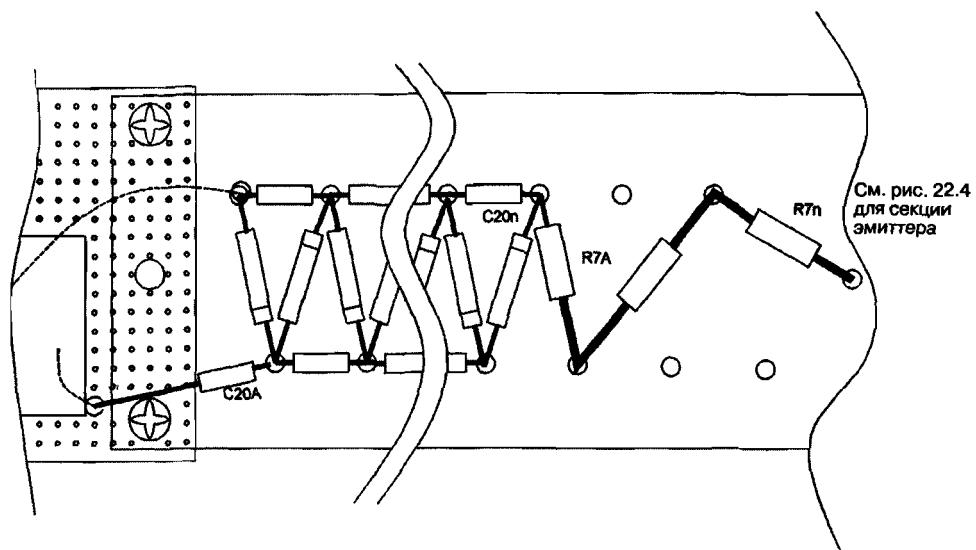

Рис. 22.8. Увеличенный вид секции высокого напряжения сборочной платы
3. Изготовьте скобу BRK1 из алюминиевой полосы $1,27 \times 0,09$ см длиной 25,4 см, и придайте ей нужную форму (см. рис. 22.8). Просверлите отверстия для винтов SCRW1.